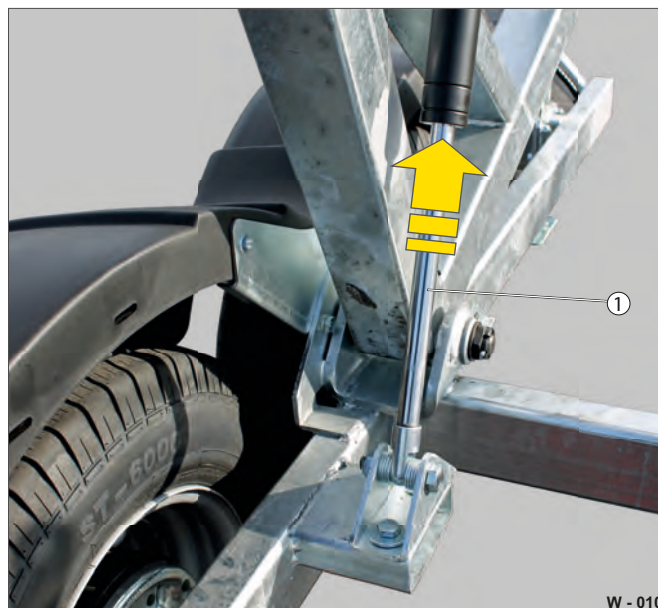

Abb. 10 Gasdruckfeder prüfen
- ▶ Reinigen Sie den Kolben (Abb. 10/1) mit einem sauberen Lappen.